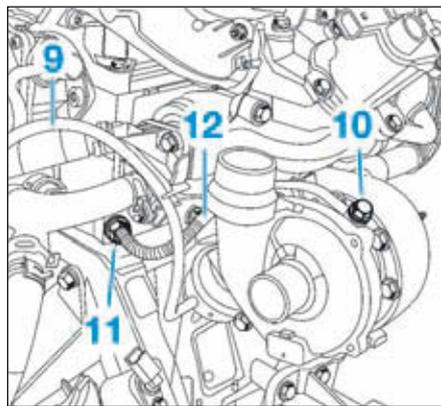

FIG.52
- Désaccoupler la durite de commande (9) (Fig.52).
- Déposer la vis d'alimentation en huile (10).
- Dévisser le raccord (11) et déposer le tuyau d'alimentation en huile de turbocompresseur (12).